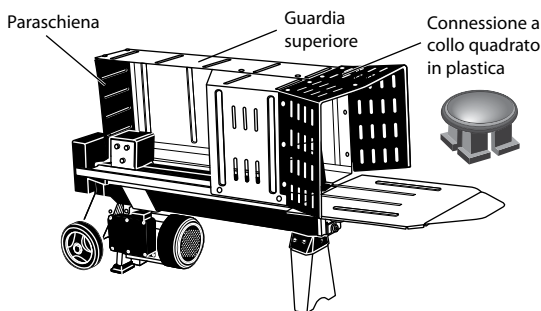

Fig 4
6. Assicurarsi che i fori dei coperchi di protezione sinistro e destro siano allineati con i fori del coperchio originale, utilizzare 12 supporti in plastica a collo quadrato per collegare i coperchi di protezione destro e sinistro e il coperchio originale insieme. Quindi, con l'aiuto di fissaggi in plastica con collo quadrato, collegare insieme le coperture di protezione destra e posteriore (Fig.4).